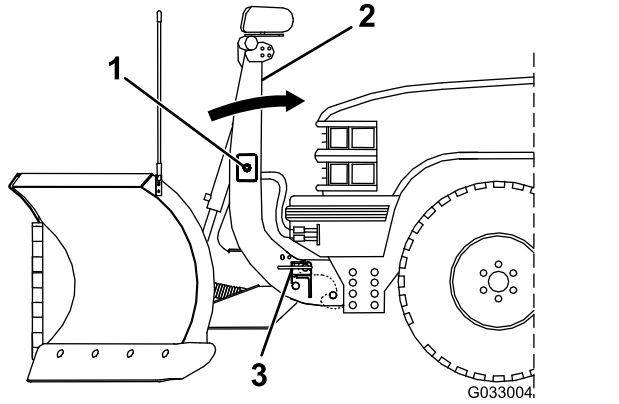

Figura 32
- Empuje hacia arriba el interruptor SmartHitch2 del lado de la torre del acoplador y levante la torre hasta que los pasadores de resorte del acoplador encajen (Figura 32).